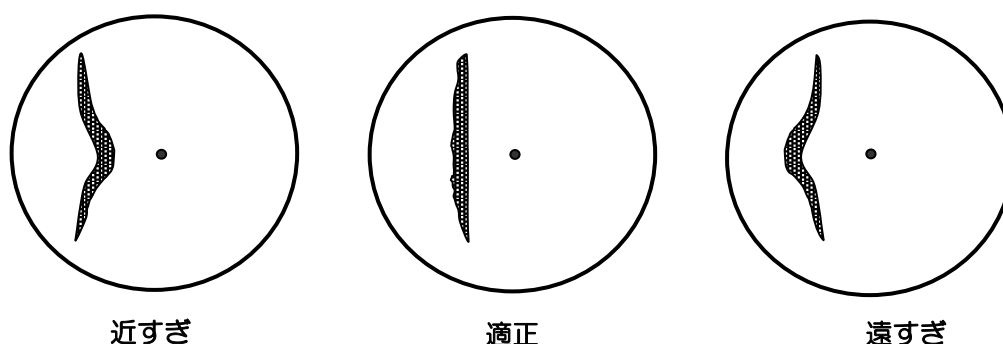

図 4.1 映像距離調整による映像変化
- (1) **送信**状態で 0.25NM レンジに設定します。
- (2) **メニュー**キーを押して、**十字キー**/**ジョイスティック**で [メンテナンス] => [設置時メニュー] => [距離調整] => [数値入力枠] を表示します。
- (3) **十字キー**/**ジョイスティック**を上下に操作して数値を変化させ、図 4.1 の“適正”のように直線状の物標が画面上で直線に表示されるように調整してください。
- (4) **決定**キーを押して、調整を終了してください。